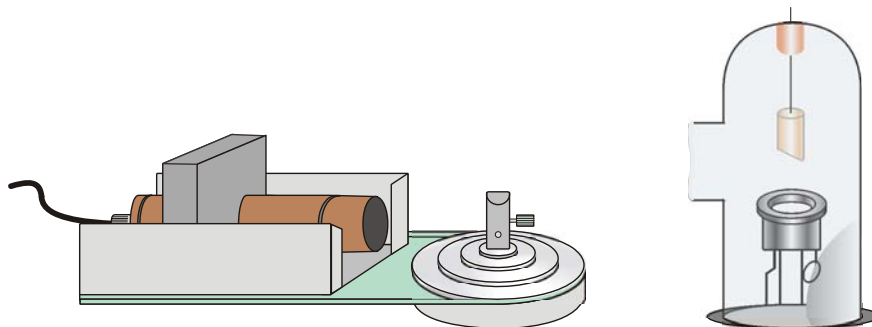

Fig. 3 Montaje del tubo contador de Geiger-Müller en el brazo de medida
- El soporte de tubo contador se coloca en el depósito de diapositivas del brazo de medida y se fija con pinzas de muelle (ver Fig. 3).